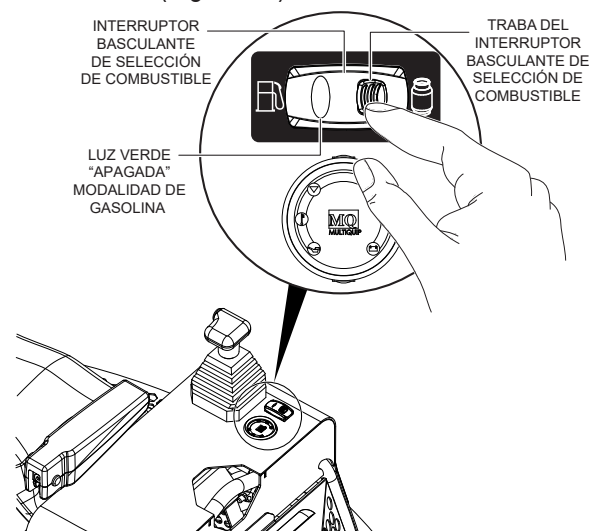

Figura 19. Interruptor de selección de combustible (modalidad de gasolina)
5. Deslice la traba del interruptor basculante (Figura 19) hacia la izquierda y mantenga en esa posición. Esto destraba el interruptor basculante de selección de combustible.
6. Para seleccionar la modalidad de **GASOLINA**, oprima el lado izquierdo del interruptor basculante de selección de combustible. La luz **VERDE** está **APAGADA** (Figura 19).